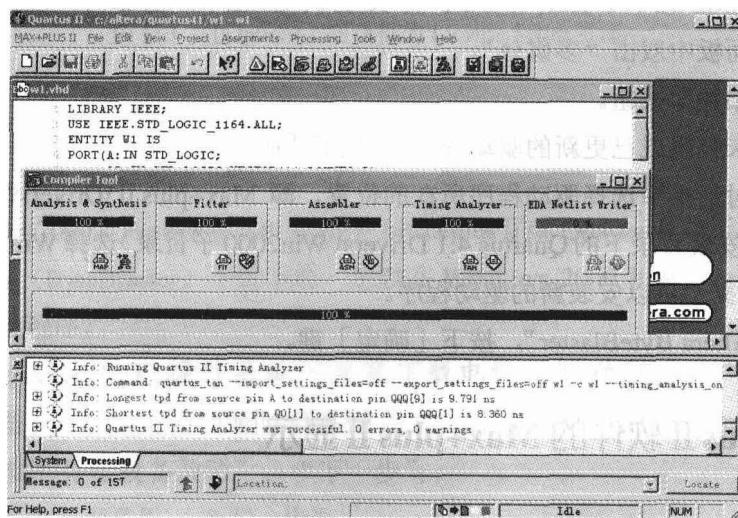

图 1-5 Quartus II 软件的 Max+plus II 显示
- (3) 点击 [Apply] 按钮后，重新进入 Quartus II 软件，此时的图形用户界面，如菜单、快捷键等就完全类似于 Max+plus II 软件了，如图 1-5 所示。